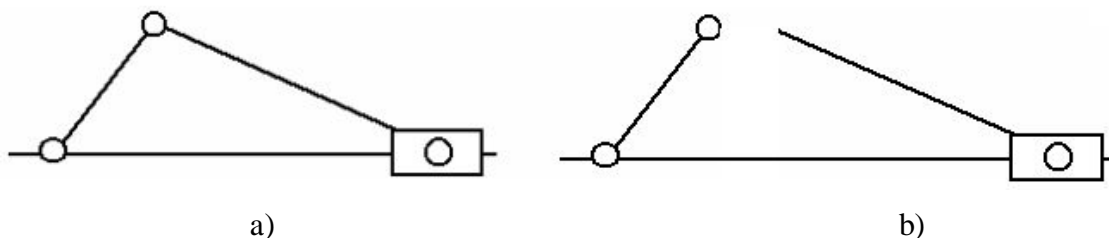

Рис.4.46. Кривошипно-ползунный механизм
*Вместе с тем, оба метода имеют особенность, которую должен учитывать пользователь.* Поясним ее на простом примере кривошипно-ползунного механизма (см. рис. 4.46).
Автоматический расчет конфигурации может быть использован для определения границ интервала изменения координат. Поясним методику на примере кривошипно-ползунного механизма (рис. 4.46). Угол поворота шатуна относительно ползуна (то есть локальная координата в соответствующем шарнире) является ограниченным. Рассчитайте конфигурацию в некотором произвольном положении. Затем зафиксируйте и выделите координату, соответствующую исследуемому углу. Выполняйте расчет конфигурации с увеличением (а затем – с уменьшением) значения координаты, щелкая на одну из кнопок **+**, **=** до тех пор, пока программа не сообщит о невозможности решения уравнения связей (в этом случае угол перейдет за границу области определения). При необходимости уменьшите шаг приращения угла, чтобы получить более точные граничные значения.